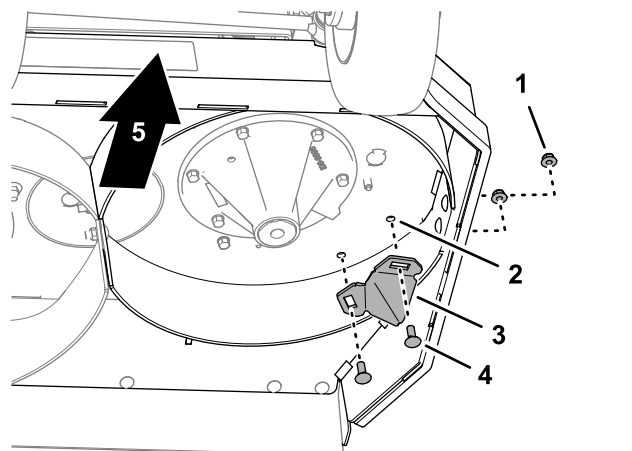

Figura 9
3. En la parte inferior derecha de la carcasa de corte, retire los 2 pernos de cuello cuadrado ($\frac{3}{8}$ " x 1") y las 2 contratuercas con arandela prensada ($\frac{3}{8}$ ") que sujetan el golpeador a la carcasa, y retire el golpeador (Figura 9).